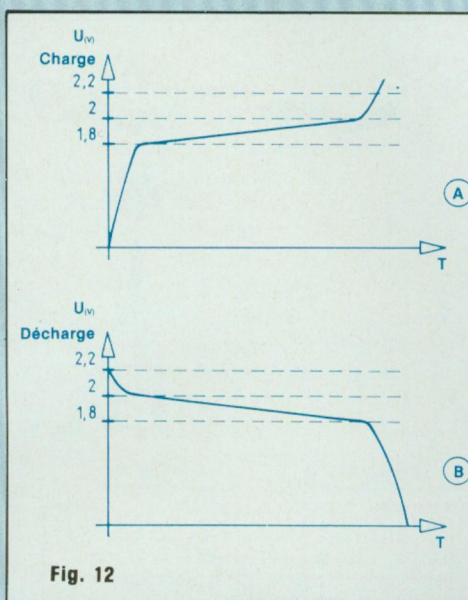

Fig. 12
Il ne faut jamais dépasser l'intensité indiquée par le constructeur, en général le dixième de la capacité en ampère-heure. Par exemple, on ne rechargera jamais une batterie de 60 Ah avec une intensité supérieure à 6 A. Pendant la charge, la force électromotrice de l'accumulateur est de sens contraire au courant. Il s'agit d'une force contre-électromotrice qui est soumise aux variations suivantes, figure 12(A) :
Il ne faut pas dépasser l'intensité indiquée par le constructeur et ne jamais pousser la décharge au-delà de 1,8 V. On s'arrêtera à quelques 1,85 V. En général, l'intensité du courant de décharge exprimée en ampères, ne devra pas dépasser le quart du nombre exprimant la capacité en ampères-heures. Reprenant l'exemple précédent de notre batterie de 60 Ah, il faudra faire en sorte de ne pas prolonger dans le temps un débit de plus de 15 A. Pendant la décharge (figure 12 (B)) :